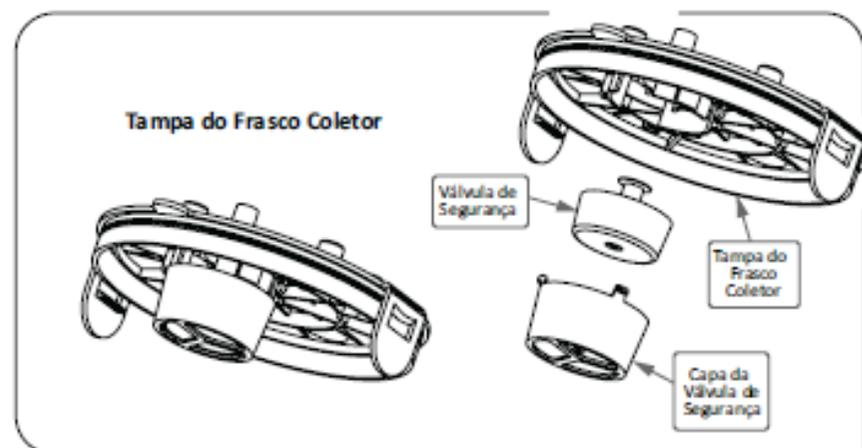

Fig. 10 - Tampa do Frasco com Válvula de Segurança
- 1 **Válvula de Segurança:** o frasco coletor vem equipado com uma válvula que tem como objetivo evitar que o líquido retido no frasco atinja o motor do aparelho. Mantenha esta válvula (Fig. 10) sempre conectada e limpa para evitar contaminação do filtro e danos ao equipamento.